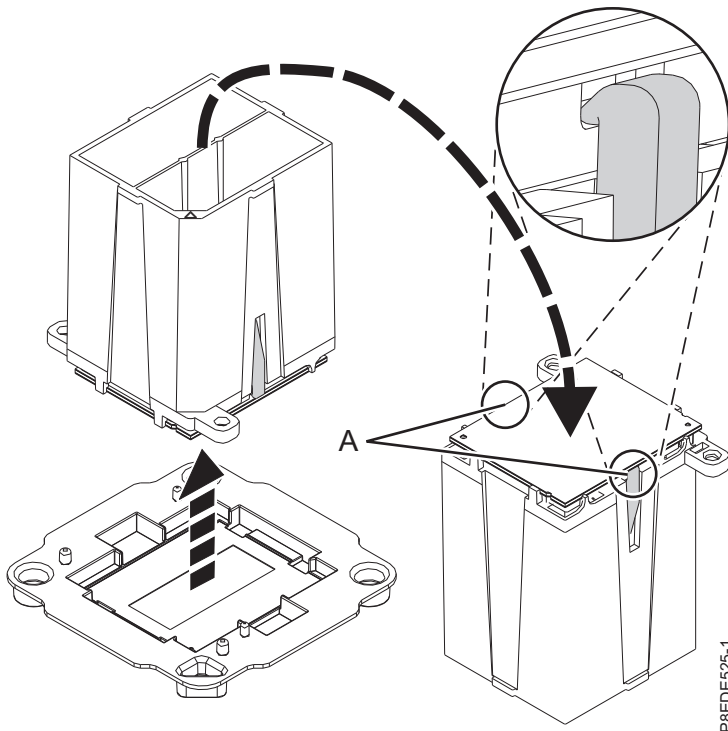

Figure 189. Préparation à l'installation du module processeur système
- b. Vérifiez que les deux pinces (A) agrippent fermement le module processeur système, comme illustré dans la figure 189.